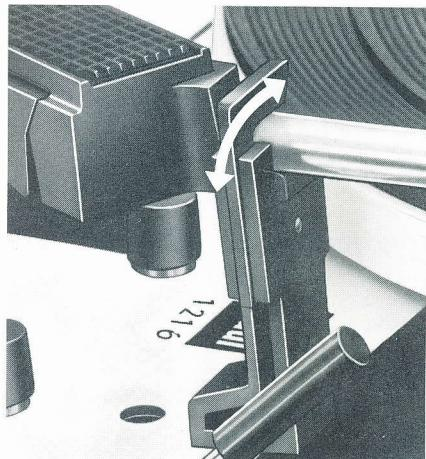

Fig. 7
Mettez en place la tige centrale; dans le cas d'un disque 45 tours également le centrer, puis posez le disque choisi sur le plateau. Choisissez ensuite la vitesse de rotation nécessaire ② ainsi que le diamètre du disque ⑯ (17, 25 ou 30 cm respectivement 7, 10 ou 12") et déverrouillez alors le bras de pick-up (fig. 7).
Après l'audition du disque au du dernier disque d'une pile, le retour du bras et l'arrêt s'effectuent automatiquement. Il est alors conseillé de verrouiller le bras (fig. 7).